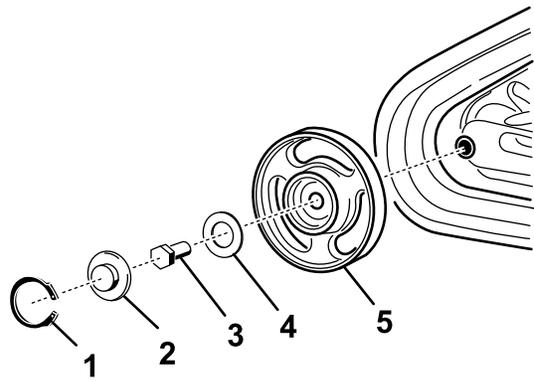

Figura 48
**Nota:** Potreste dover rimuovere la ruota non motrice anteriore esterna. Per rimuoverla, rimuovete l'anello elastico ed il tappo dal centro della ruota non motrice (Figura 48). Rimuovete quindi il bullone e la guarnizione dal centro della ruota e staccate la ruota dalla macchina.